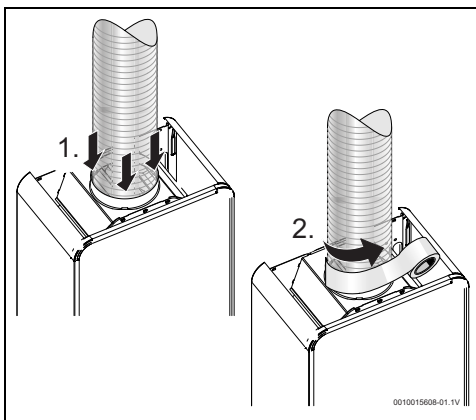

Fig. 12
- Tenuta con materiale adatto (fig. 12).